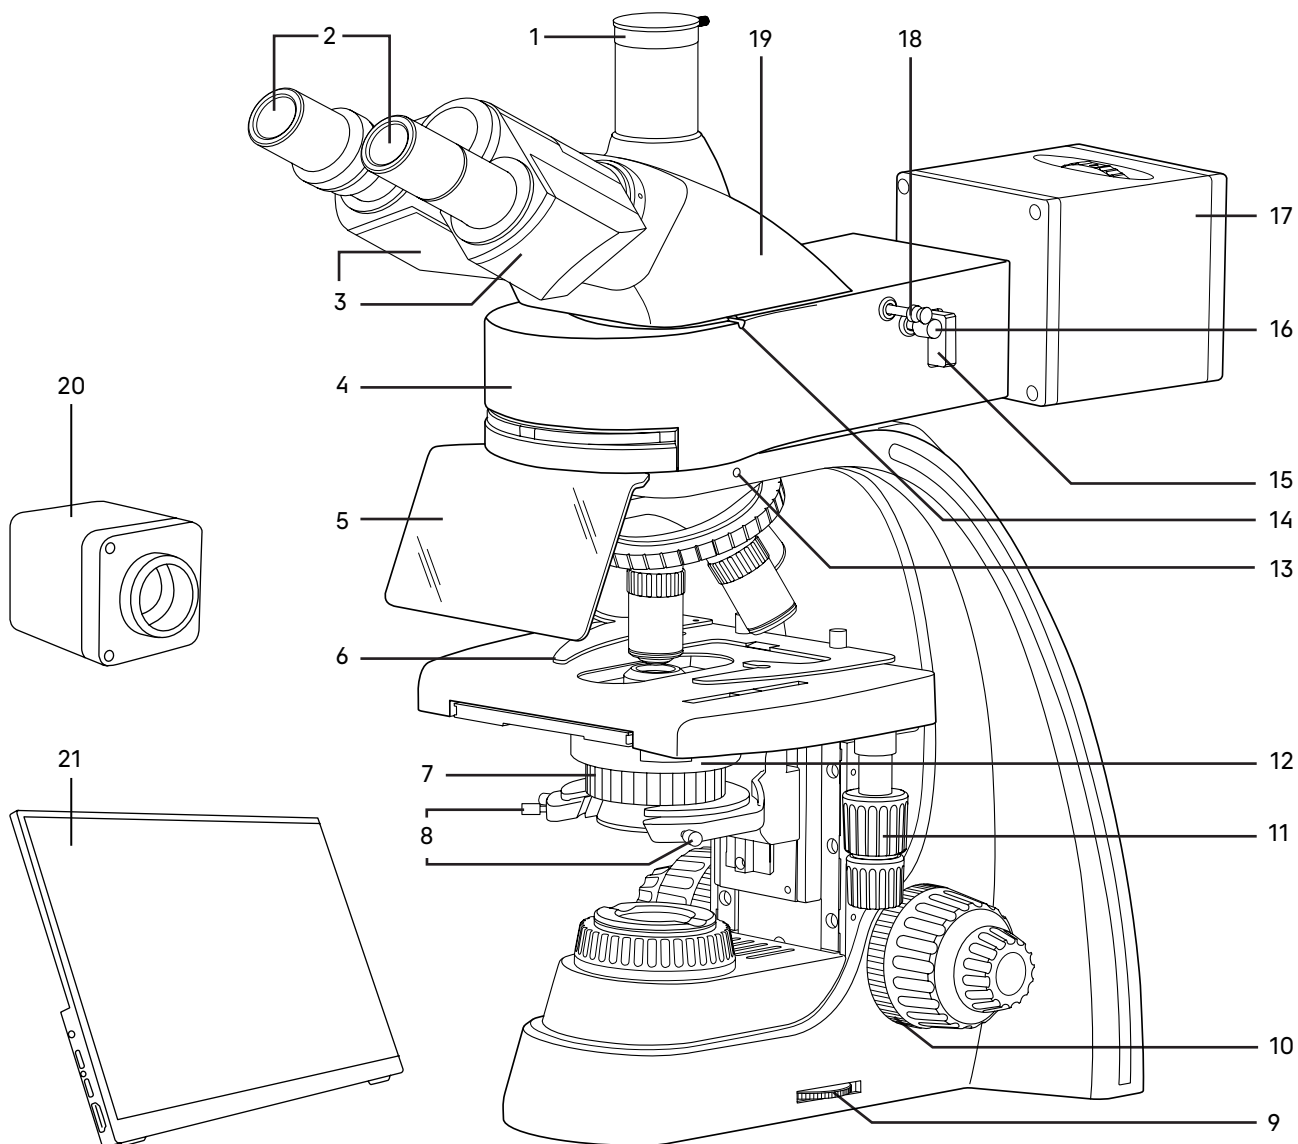
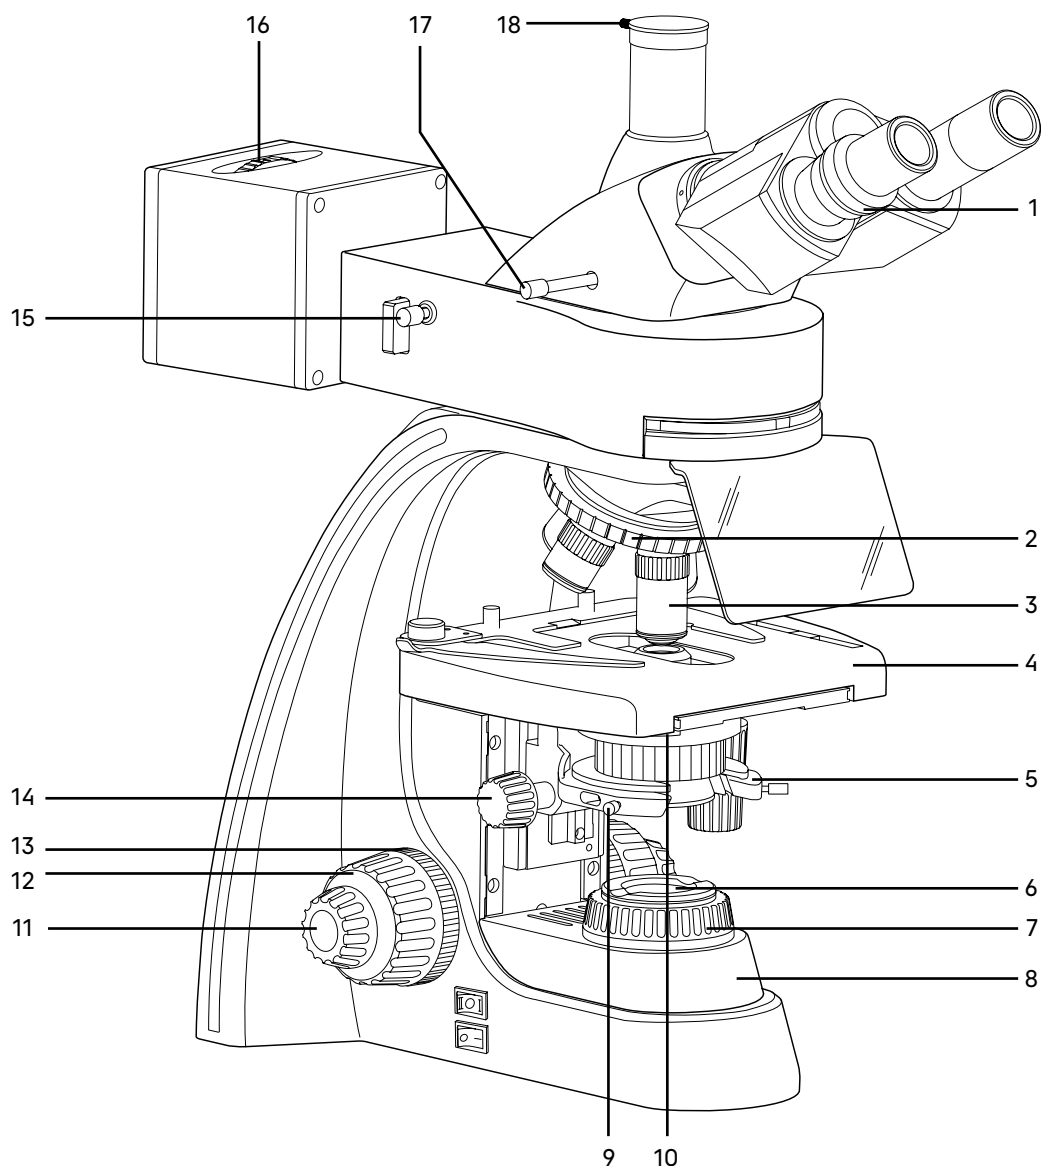

Рис. 1. Микроскоп MAGUS Lum D400L LCD. Вид справа
Рис. 2. Микроскоп MAGUS Lum D400L LCD. Вид слева
Полный состав микроскопа указан в разделе 8 данного руководства по эксплуатации. Общий вид микроскопа представлен на рис. 1, 2 и 3.
Штатив 8 (рис. 2) представляет собой цельную конструкцию с основанием. Основание имеет Y-образную устойчивую эргономичную форму.
- револьвер 2 (рис. 2) с объективами 3 (рис. 2);
- предметный столик 4 (рис. 2);
- кронштейн конденсора 5 (рис. 2);
- коллектор в оправе с полевой диафрагмой 6 (рис. 2).
Диск 9 (рис. 1) служит для регулировки напряжения питания источника проходящего и отраженного света.
Фокусировка на объект осуществляется перемещением по высоте предметного столика 4 (рис. 2). Грубая фокусировка производится вращением коаксиальных рукояток 12 (рис. 2), которые размещены по обеим сторонам штатива.
Тонкая фокусировка производится вращением рукояток 11 (рис. 2), расположенных по обеим сторонам штатива. Тонкая фокусировка требуется для точного фокусирования на объект и для подфокусировки микроскопа на резкость изображения при смене объективов и препаратов.
Механизм регулировки жесткости хода грубой фокусировки 10 (рис. 1) – кольцо между штативом и рукояткой грубой фокусировки с правой стороны. С помощью кольца регулируется жесткость хода грубой фокусировки так, чтобы жесткость была комфортной для пользователя, но при этом столик не опускался самопроизвольно во время работы.
Рукоятка блокировки грубой фокусировки 13 (рис. 2) расположена с левой стороны. После завершения грубой фокусировки рекомендуется перевести рычаг в крайнее положение в направлении по часовой стрелке. Таким образом закрепится положение грубой фокусировки для быстрой рефокусировки после смены препарата.
Насадка 19 (рис. 1) обеспечивает визуальное наблюдение изображения объекта. Насадка устанавливается в отверстие верхнего фланца корпуса люминесцентной насадки 4 (рис. 1) и закрепляется винтом 14 (рис. 1). Насадку при установке развернуть окулярами в сторону предметного столика.
Изменение межзрачкового расстояния в насадке осуществляется разворотом окулярных тубусов 3 (рис. 1) в пределах 48–75 мм. Значение расстояния, установленного в соответствии с глазной базой наблюдателя, отсчитывается по шкале на насадке.
Механизм диоптрийной подвижки окуляров служит для компенсации аметропии глаз наблюдателя. Находится на левом окулярном тубусе – кольцо 1 (рис. 2). Второй окулярный тубус насадки неподвижный.
В вертикальный тубус 1 (рис. 1) корпуса визуальной насадки (канал визуализации) для фиксации камеры устанавливается переходник C-mount. Камера служит для вывода изображения на экран компьютера или монитор/телевизор. Переключение светового потока на вертикальный тубус производится рукояткой 17 (рис. 2). Рукоятка имеет два положения: 100/0 и 0/100.
В комплект микроскопа входят окуляры 2 (рис. 1). Окуляры имеют высокое положение выходного зрачка и предназначены для работы как в очках, так и без них.
Револьверное устройство 2 (рис. 2) обеспечивает установку пяти объективов 3 (рис. 2). Смена объективов производится вращением револьверного устройства за конусную рифленую поверхность до фиксированного положения.
Объективы 3 (рис. 2) рассчитаны на длину тубуса «бесконечность». Парфокальная высота объективов составляет 45 мм, линейное поле зрения в плоскости изображения – 22 мм. Рассчитаны для работы с препаратами с толщиной покровного стекла 0,17 мм или без покровного стекла. Микроскоп укомплектован объективами-планахроматами с увеличением 4х, 10х, 40х (люминесцентный), 100х. Дополнительно возможна комплектация объективом-планахроматом 20х и 60х и люминесцентным планахроматом 10х.
Конденсор 12 (рис. 1) установлен в кронштейн 5 (рис. 2) под предметным столиком микроскопа. Тип крепления конденсора – «ласточкин хвост». Конденсор устанавливается по направляющим при поднятом столике и опущенном кронштейне. Перемещение конденсора вдоль оптической оси микроскопа осуществляется с помощью рукоятки перемещения кронштейна конденсора 14 (рис. 2), расположенной слева от наблюдателя под столиком микроскопа. Диапазон перемещения конденсора – не менее 33 мм.
Конденсор имеет слот 10 (рис. 2) для установки слайдера темного поля или слайдера фазового контраста.
Кронштейн конденсора имеет пружинный держатель, с помощью которого двумя винтами 8 (рис. 1) конденсор центрируется в оптической оси. Фиксация конденсора в держателе осуществляется винтом 9 (рис. 2).
Ирисовая апертурная диафрагма регулируется (открывается/закрывается) кольцом 7 (рис. 1). Для достижения наилучшего качества изображения рекомендуется прикрывать апертурную диафрагму конденсора светлого поля приблизительно на 1/3 диаметра выходного зрачка объектива.
Двухкоординатный предметный столик 4 (рис. 2) обеспечивает перемещение объекта в двух взаимно перпендикулярных направлениях с помощью рукояток 11 (рис. 1), расположенных на одной оси.
У столика отсутствует выдвижная зубчатая рейка по оси X, что повышает эргономичность работы. Механизм с ременной передачей плавно перемещает объект. Объект крепится на поверхности столика препаратодержателем 6 (рис. 1), для чего прижим отводится в сторону. Препаратодержатель крепится к столику при помощи двух винтов. При снятом препаратодержателе объект можно перемещать рукой.